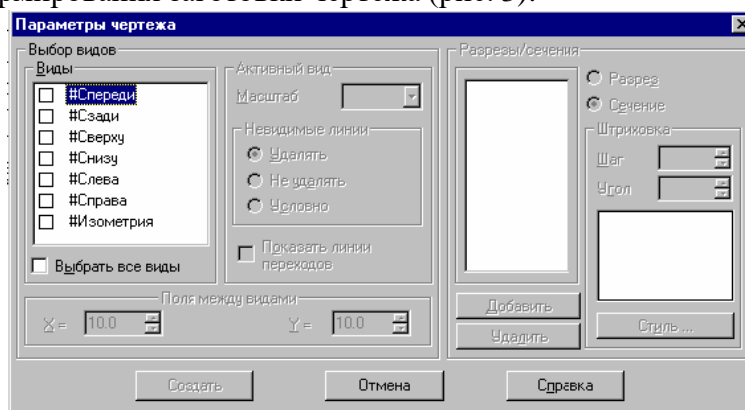

Рис. 3.
2. Диалог формирования заготовки чертежа (рис. 3):